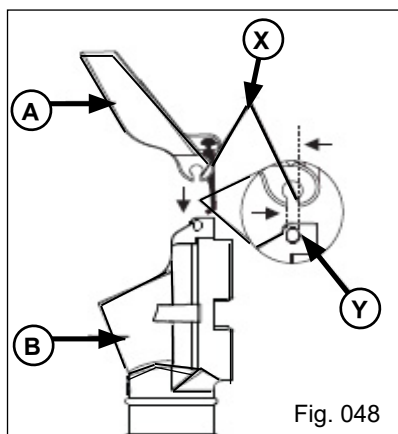

Fig. 048
a) Incline a tampa do bocal "A" de forma que a mesma fique alinhada com a face plana do canal oblongo "X", direcionando ao encaixe "Y" do pino do bocal (Fig. 048).